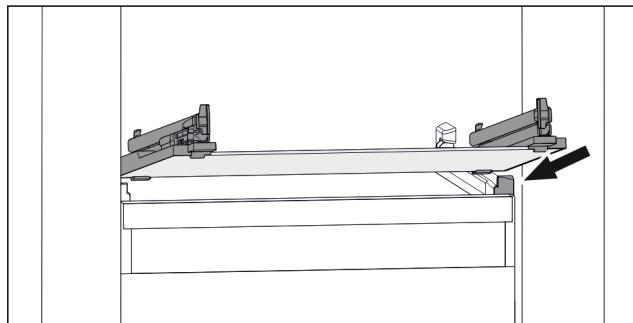

Fig. 82 Примерное отображение стеклянной пластины
- Наклоняя вниз, установите стеклянную пластину за стопоры. (см. Fig. 82)